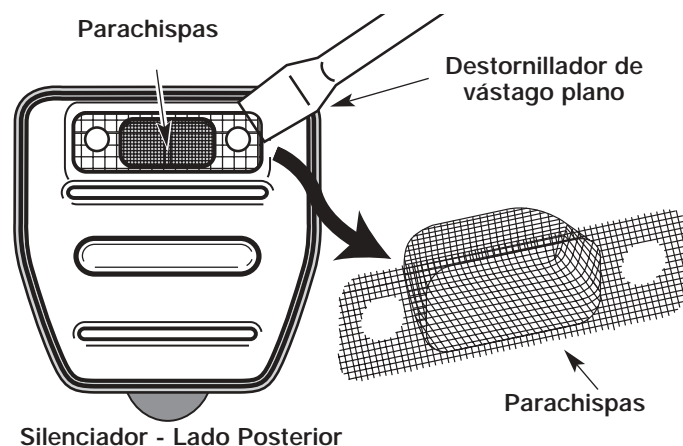

Fig. 32
4. Despegue cuidadosamente el parachispas con un destornillador de punta plana del orificio en bajo relieve (Fig. 32). Quite el parachispas del silenciador.
5. Limpie el parachispas con un cepillo de cerdas metálicas. Cámbielo si está dañado o si no lo puede limpiar completamente (Fig. 32).